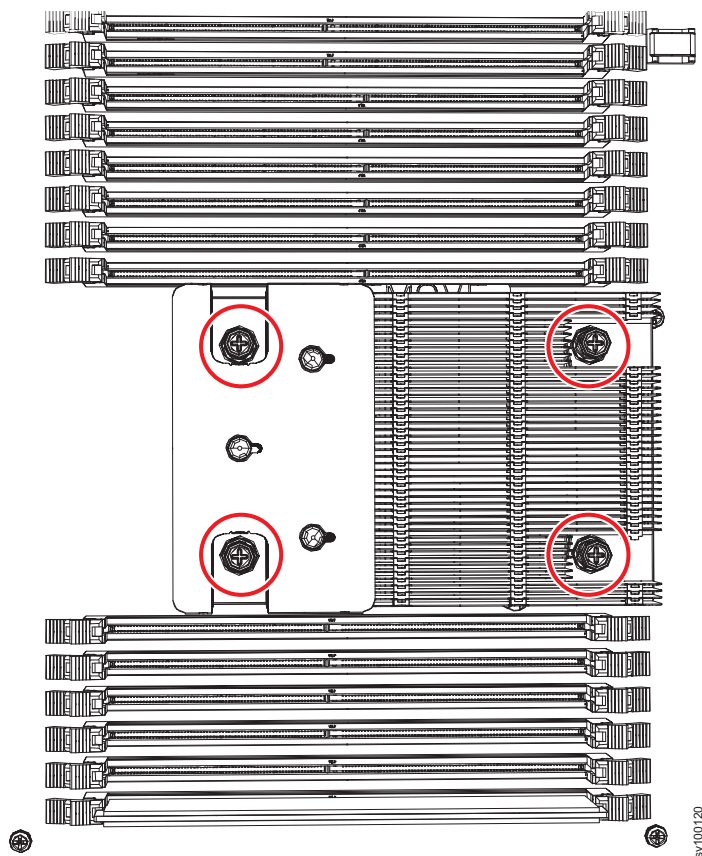

Figura 301. Instalando o Dissipador de Calor no Microprocessador do 2145-SV1
- 8. Alinhe o dissipador de calor na parte superior do microprocessador, conforme mostrado na Figura 301 na página 377. Se você estiver instalando um novo dissipador de calor, remova a cobertura de graxa.